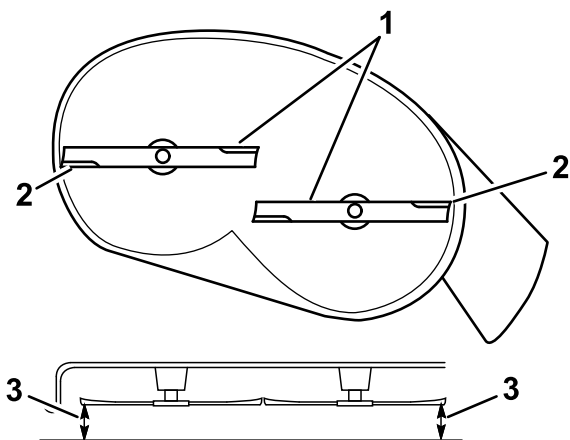

Figura 68
- Mida entre los bordes de corte exteriores y la superficie plana (Figura 68).